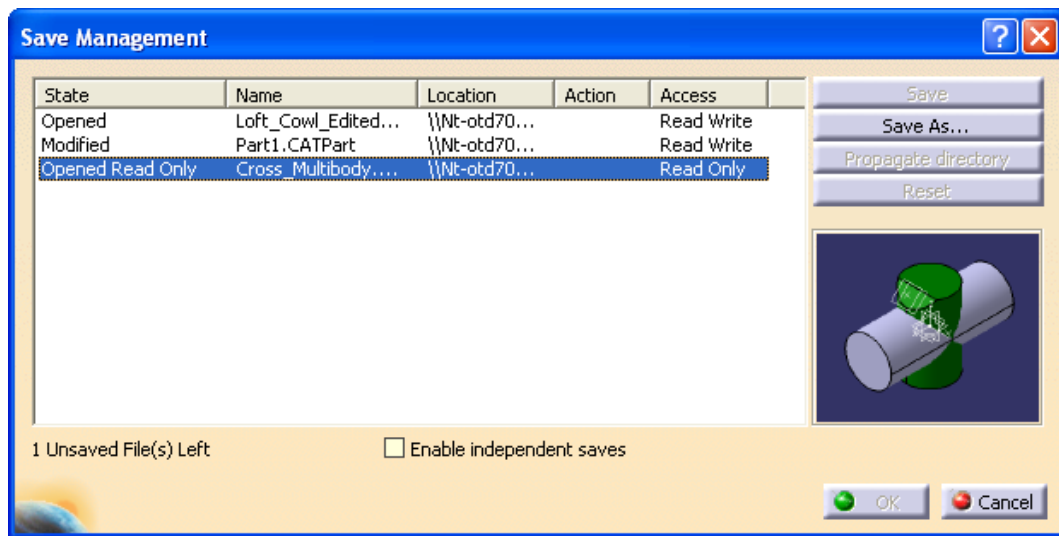

Рис. 27
При запуску команди Save Management відкривається діалогове вікно (Рис. 27).
- 2) У діалоговому вікні (Рис. 27) вибрати файл, який потрібно зберегти;